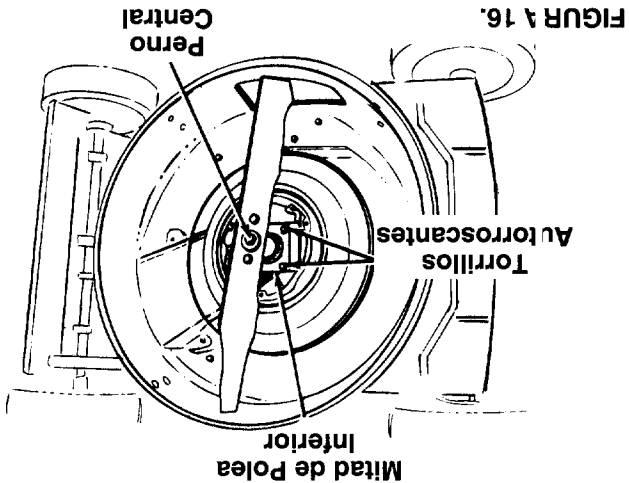

FIGURA 16.
- Quite el perno central que fija la cuchilla al cigüeñal. Vea la figura 16. Remueva la cuchilla y el adaptador de cuchilla.
- Quite los dos tornillos autoroscantes que fijan la mitad de la polea inferior. Vea la figura 16. Gire la mitad de polea inferior a la mitad de 90 grados hacia la derecha (Vea la figura 17) y quite del cortacésped. Remueva la correa de alrededor del cigüeñal.